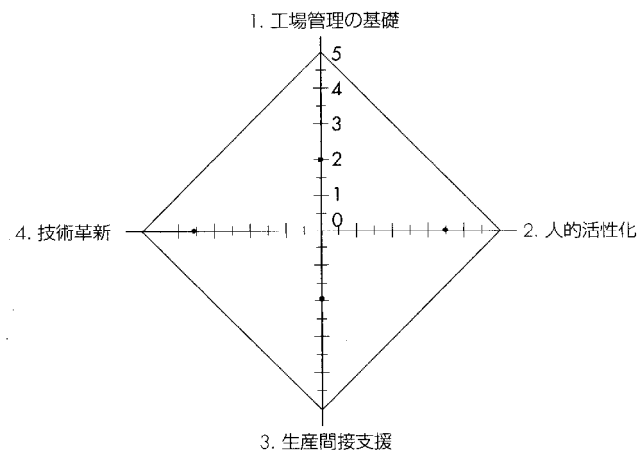

図4.3 「ダイヤモンドチャート評価表」(大分類)
(3) レーダーチャート評価
- ・ 工場診断評価表の小分類12項目について中得点の値を図4.3「レーダーchart評価表」に記入する。